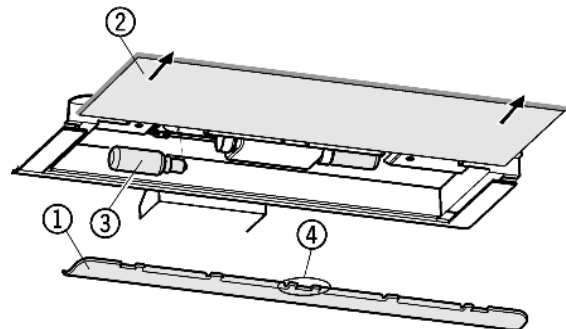

Fig. 13
- ▶ Scherm Fig. 13 (1) afnemen: neem het scherm met de vingers vast en klik los.
- ▶ Glasplaat Fig. 13 (2) uitnemen.
- ▶ Vervang de gloeilamp Fig. 13 (3).
- ▶ Scherm weer opsteken: rechts en links vastklikken, waarbij u ervoor zorgt dat de haak Fig. 13 (4) in het midden over de glasplaat komt.